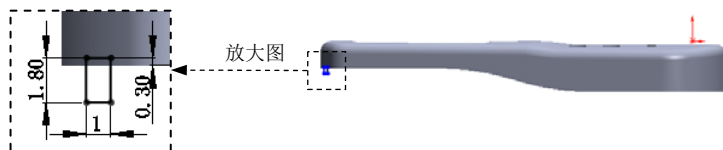

图 5.12.44 草图 1
Step34. 创建图 5.12.44 所示的草图 1。选择下拉菜单 **插入(I)** **草图绘制** 命令；选取右视基准面作为草图基准面；绘制图 5.12.44 所示的草图 1；选择下拉菜单 **插入(I)** **退出草图** 命令，退出草图设计环境。